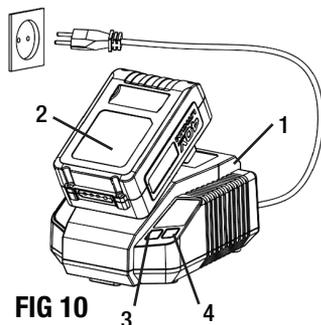

FIG 10
## CARGAR LA PILA (FIG 10)
- Conecte el cargador (1) a una fuente de alimentación de CA de 120 voltios. La luz verde (3) se encenderá durante 5 segundos, luego la luz se apagará si no hay ningún paquete de baterías en el cargador.
- Deslice la pila (2) completamente en el cargador hasta que encaje en su lugar con un clic, como se muestra en la FIG. 10. La luz verde parpadeante indica que la pila se está cargando. Un verde sólido indica que la pila está completamente cargada.
- La luz roja parpadeante (4) indica que la temperatura de la pila es demasiado alta para cargarse. Espere a que la pila se enfríe para iniciar la carga.